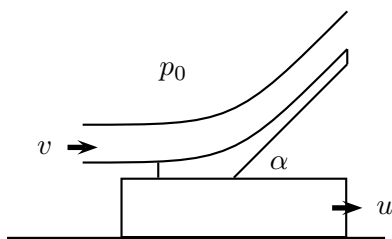

Figura 8: Problema 8
8. * El deflector que se muestra en la figura 8 está montado en una plataforma que se desplaza por una vía horizontal con una rapidez u . Súbitamente, comienza a soplar un viento en la misma dirección y sentido en el que se mueve la plataforma, con una rapidez relativa a la vía v . Calcula la fuerza que hay que aplicar horizontalmente a la plataforma para mantener su movimiento uniforme y la reacción que ejerce la vía sobre el carro. Supone el problema unidimensional y que las velocidades involucradas son bajas, de manera tal de poder suponer al aire como un fluido incompresible. Particulariza para $u = 3$ m/s; $v = 8$ m/s; $\alpha = \pi/6$; $A = 2 \times 40$ cm²; $\rho = 1,2$ kg/m³.